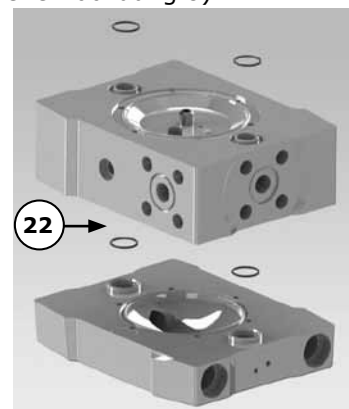

Abbildung 8
Entfernen Sie die O-Ringe des Gehäuses (22) (siehe Abbildung 8).